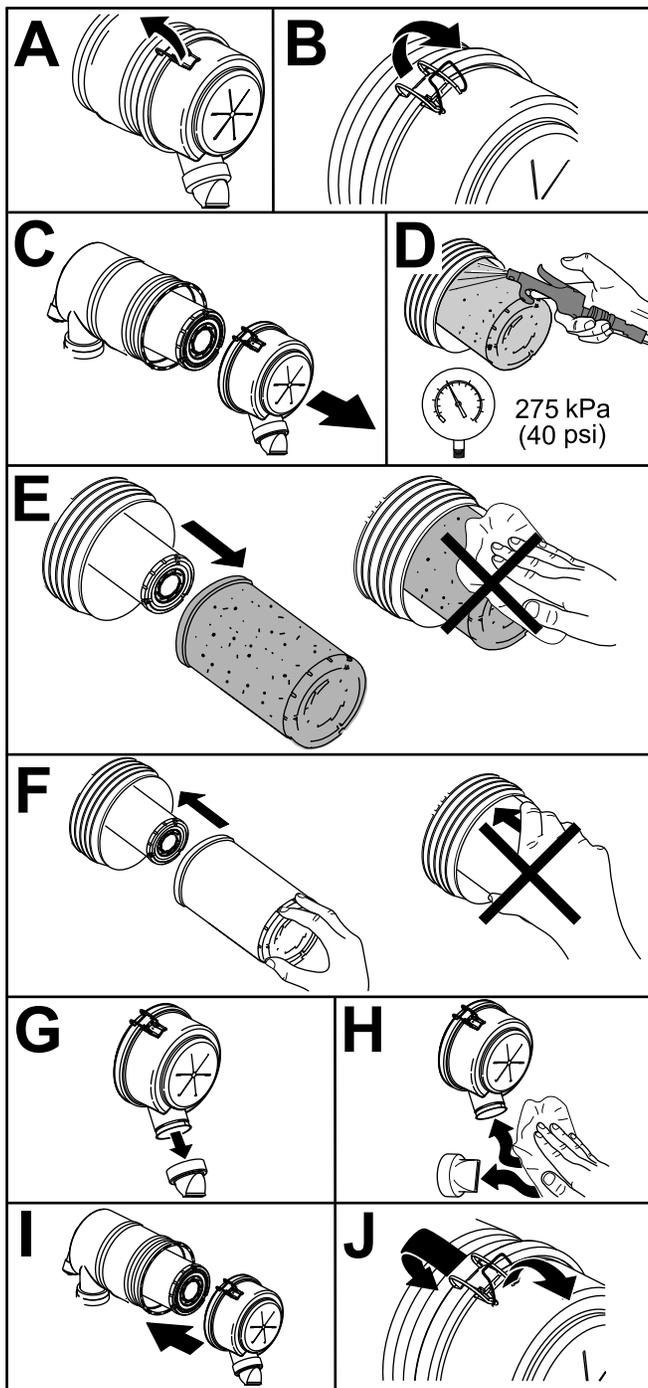

Рисунок 50
1. Замените воздухоочиститель (Рисунок 50).